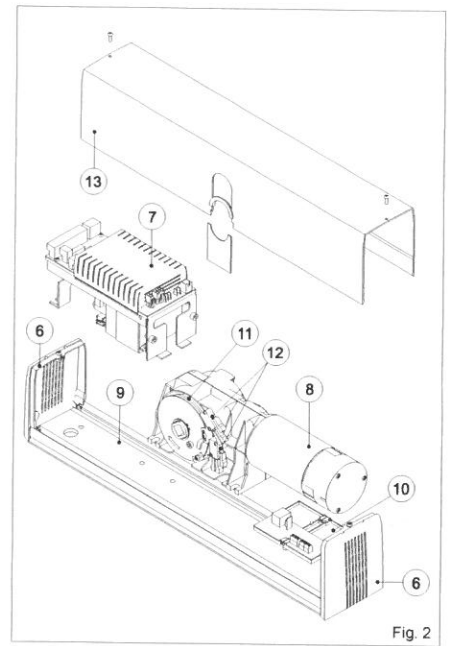

Fig. 2
2.2 Riferimenti automazione (fig. 2)